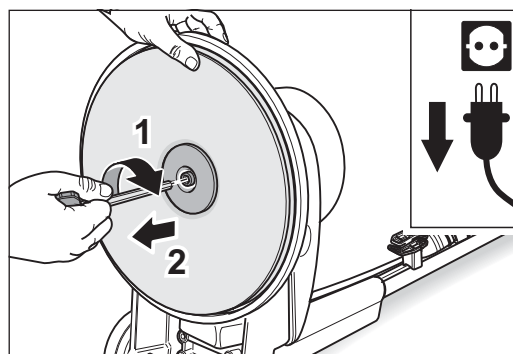

Abb. 24 Die Schraube zum Lösen **im Uhrzeigersinn** drehen (**Linksgewinde**)!
- 4 Zum Lösen der Papierspannscheibe drehen Sie die Schraube mit einem Innensechskantschlüssel **im Uhrzeigersinn (Linksgewinde)**! Halten Sie dabei den Schleifteller fest (Abb. 24).